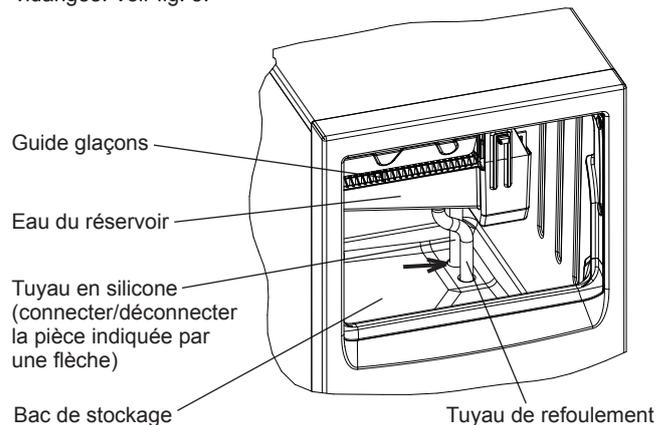

Fig. 5
- Déconnecter le tuyau en silicone pour vidanger l'eau du réservoir. Le replacer dans sa position correcte une fois que toute l'eau a été vidangée. Voir fig. 5.